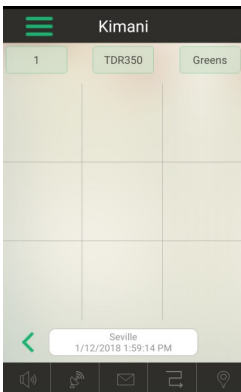
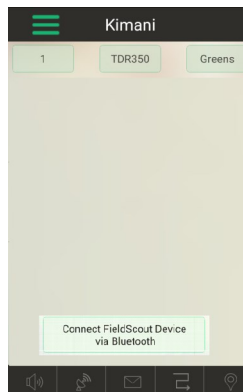

Figure 2a. Écran
Figure 2b. Bouton Connecter Bluetooth
5. a. Pour le Mode Grille, l'écran **Grille principale** (Fig. 2a) s'affiche. Confirmer que le compteur que vous utilisez s'affiche en haut de l'écran. Dans le cas contraire, une nouvelle session doit être créée. Appuyer sur l'une des zones pour passer à l'écran **Prise de mesure** (Fig. 2b).